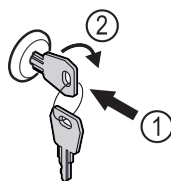

Fig. 161
- Schlüssel hineindrücken. Fig. 161 (1)
- Schlüssel um 90° im Uhrzeigersinn drehen. Fig. 161 (2)